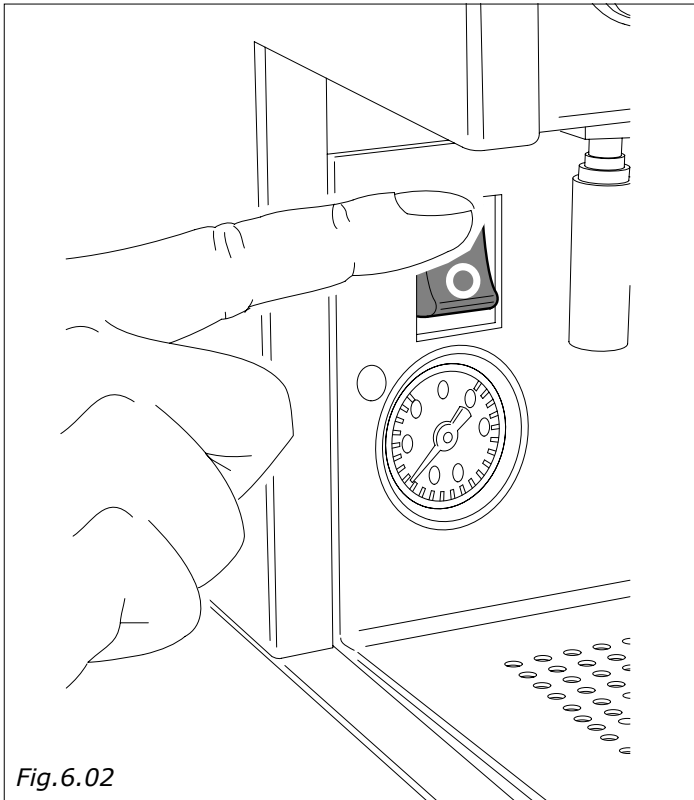

Fig.6.02
- Stellt man den Hauptschalter (Abb.6.02) auf **I**, schaltet sich die Kontrolllampe des Schalters ein.